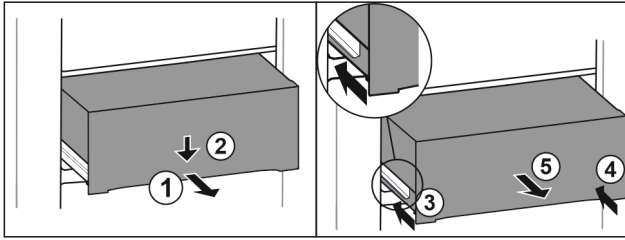

Fig. 100
- ▶ Schubfach halb herausziehen. Fig. 100 (1)
- ▶ Schubfach an der Vorderseite nach unten drücken. Fig. 100 (2)
- ▶ Linke Schiene etwa 2 cm einschieben. Fig. 100 (3)
- ▶ Rechte Schiene etwa 2 cm einschieben. Fig. 100 (4)
- ▶ Schubfach nach vorne entnehmen. Fig. 100 (5)